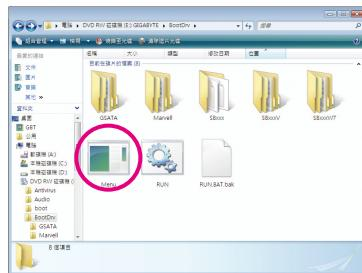
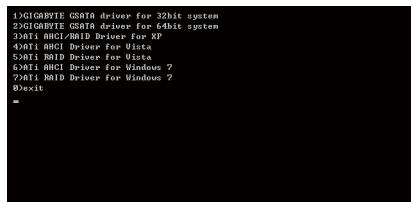

图3
图4
- 2：进入光盘中「BootDrv」文件夹，双击「Menu.exe」文件(图3)后会出现「命令提示字符」画面，内含如图4的控制器选单。
- 3：放入空白软盘。依所要安装的操作系统按下SATA控制器驱动程序代码后再按<Enter>键。以图4的选单为例：